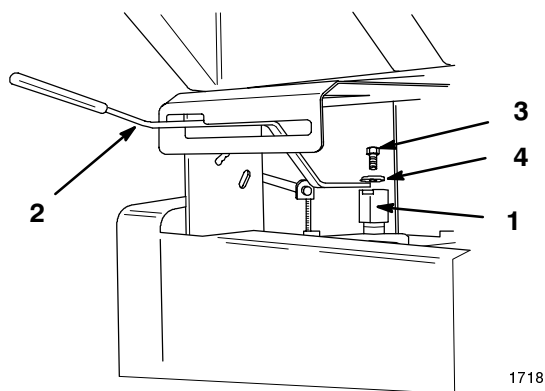

Abbildung 3
1. Den Befestigungsblock mit der Stirnseite der Welle oben am Getriebe ausrichten und auf die Welle schieben (Abb. 3).